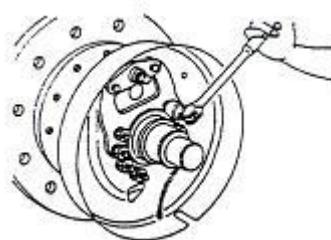

Рисунок 2-16
6) Снимите Е-образное стопорное кольцо, используемое для крепления тормозного троса к опорному диску тормоза. Затем выкрутите монтажный болт опорного диска тормоза и снимите опорный диск тормоза с ведущей оси. См. Рис. 2-16